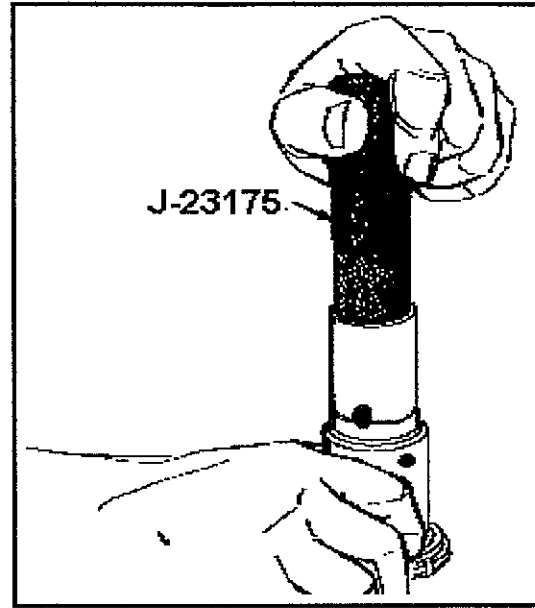

Abb. 9-17 Einsetzen des Halterings an der Kolbenstange mit Spezialwerkzeug
- Den Haltering am Außendurchmesser des Spezialwerkzeugs J-23175 ansetzen. Den Haltering von Hand herunterdrücken, bis dieser im Rohrstück anliegt. Siehe Abb. 9-17.